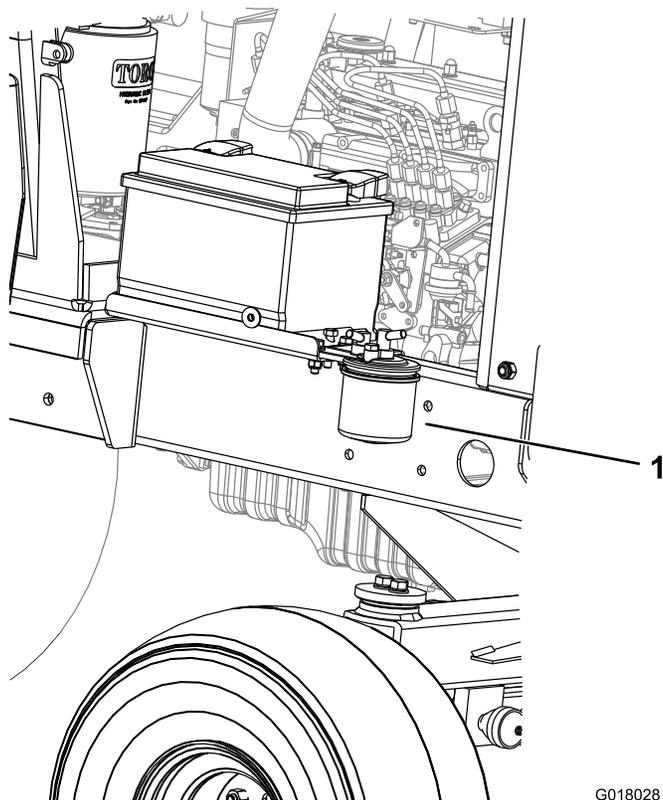

Figure 52
1. Placez un bac de vidange propre sous la cartouche du filtre à carburant (Figure 52).